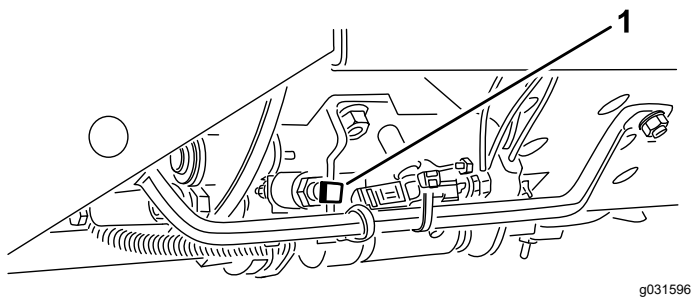

図 23
**重要** 刈り込み速度は、出荷時に 9.7 km/h に調整されています。スピード・ストップねじで、刈り込み速度の増減ができます 図 23。